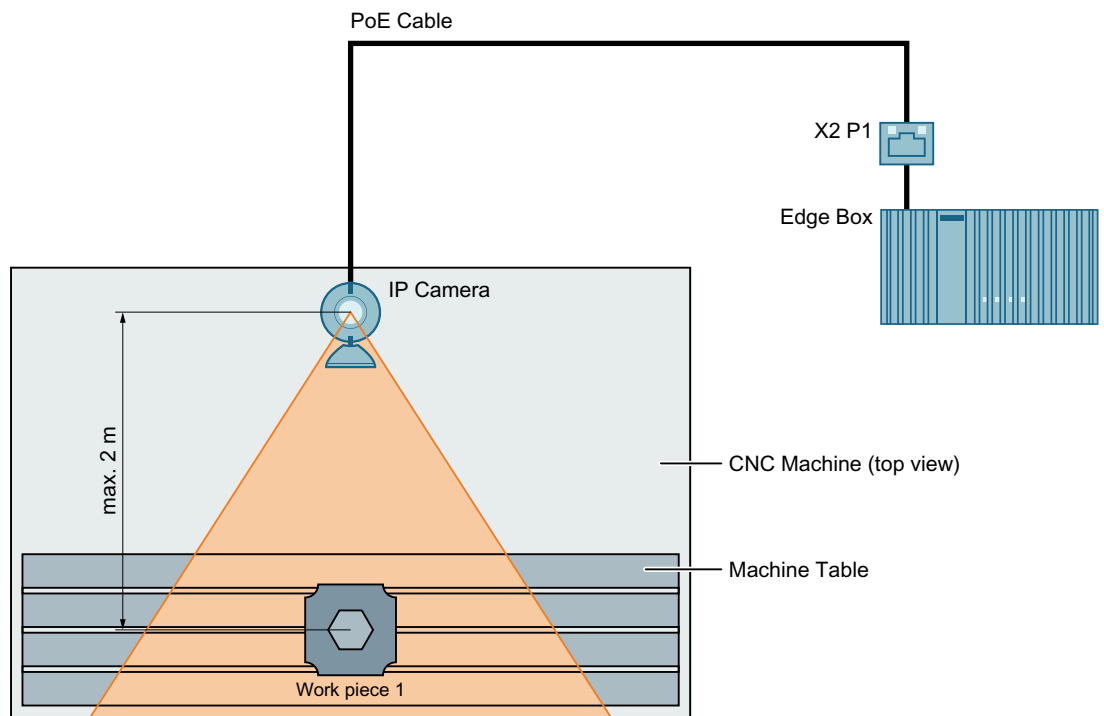

Bild 7-1 Beispiel für eine gute Anordnung der Kamera im Arbeitsraum der Maschine mit einem einzelnen Werkstück im Kamerabild
- Bei der Überwachung eines einzelnen Werkstücks (siehe Bild 7-1):